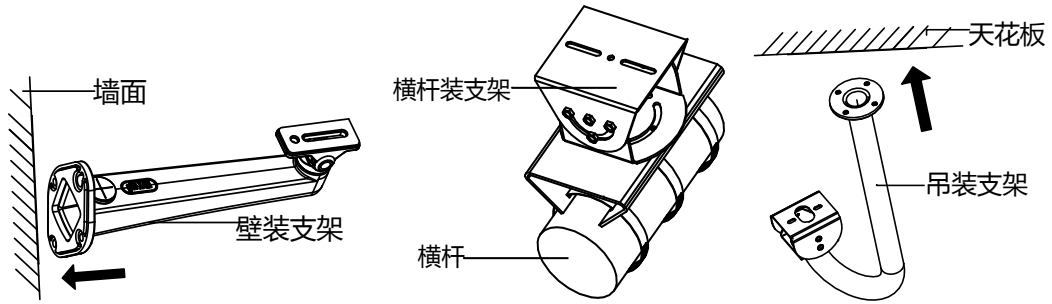

图2-17 固定支架
- 如果使用壁装支架，壁装支架固定到墙面上的操作如图 2-17 左侧所示。
- 如果使用横杆装支架，横杆装支架固定到横杆上的操作如图 2-17 中间所示。
- 如果使用吊装支架，吊装支架固定到天花板上的操作如图 2-17 右侧所示。